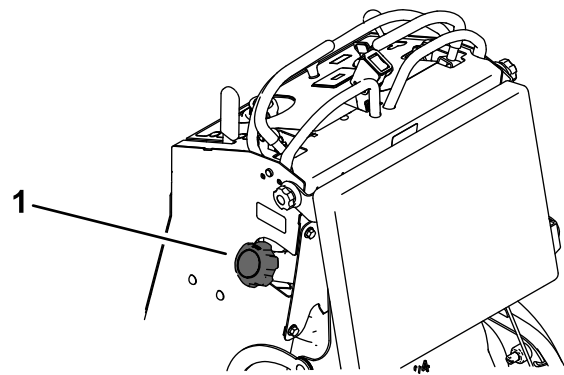

Figura 29
3. Limpie alrededor del tapón de combustible para evitar que los residuos penetren en el depósito de combustible (Figura 29).
6. Con la bomba de sifón, drene el combustible en un recipiente para combustible limpio (Figura 29).